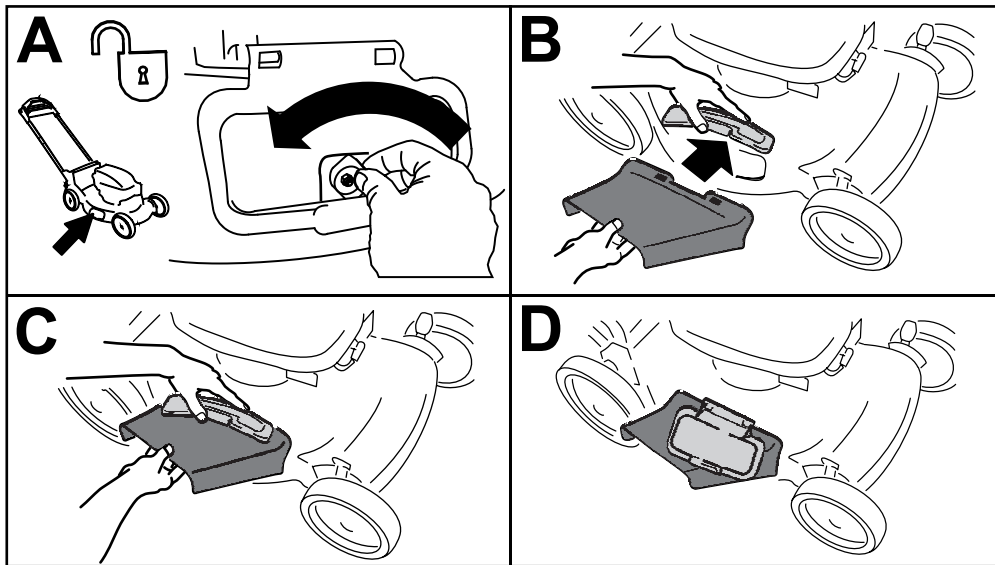

Figure 19
1. Déverrouillez le déflecteur d'éjection latérale (encadré A de la Figure 19).
2. Soulevez et ouvrez le déflecteur d'éjection latérale (encadré B de la Figure 19).
3. Montez la goulotte d'éjection latérale et fermez le déflecteur sur la goulotte (encadrés B, C et D de la Figure 19).